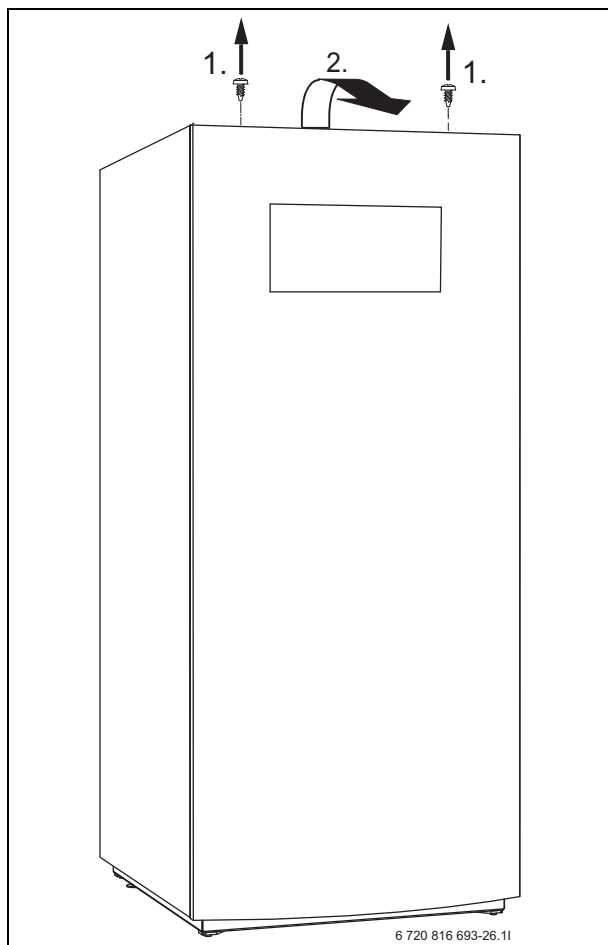

Рис. 10 Демонтаж передней стенки
- ▶ Отверните винты, отклоните стенку вперёд и снимите вверх (→ рис. 10).